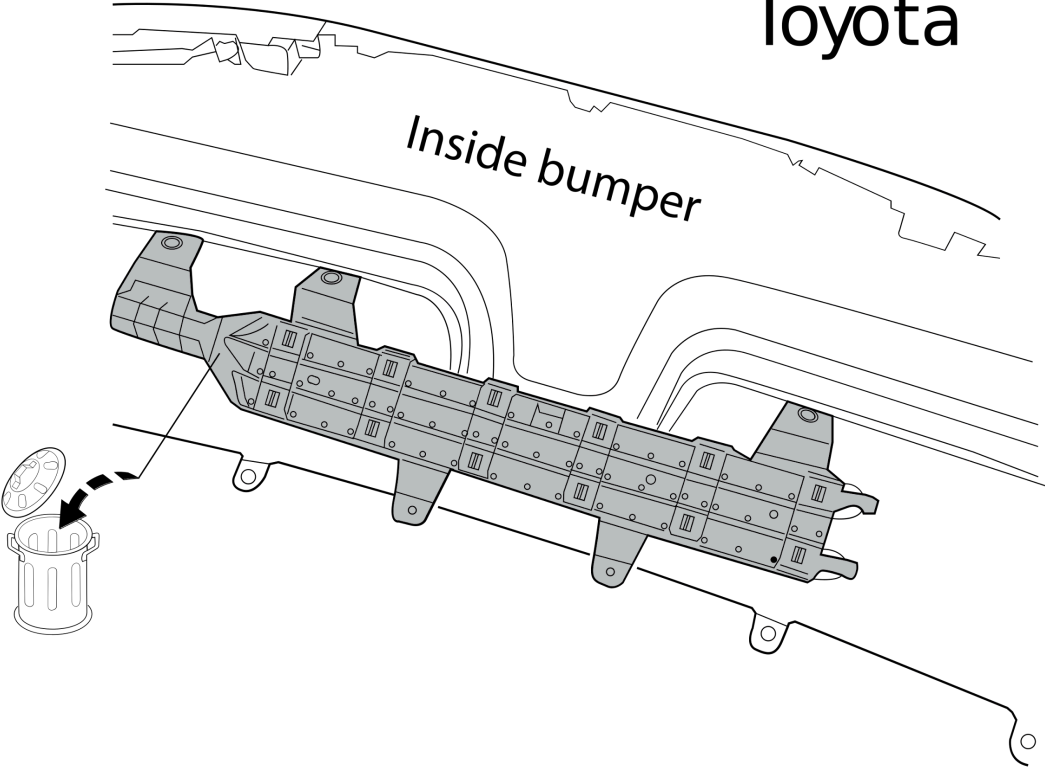

Fig. 2
6. Внимание, если имеются: Демонтируйте парковочный датчик. См. рисунок 2